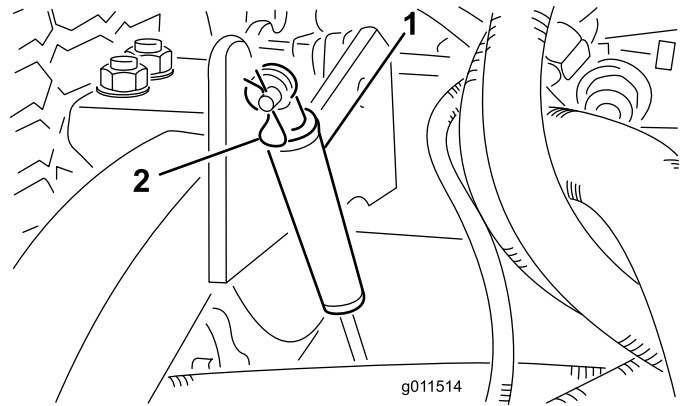

Bild 77
2. Nehmen Sie den Lastösenbolzen ab, mit denen die Stoßdämpfer an den Hubarmen befestigt sind (Bild 77). Drehen Sie die Stoßdämpfer zum Mähwerkgehäuse